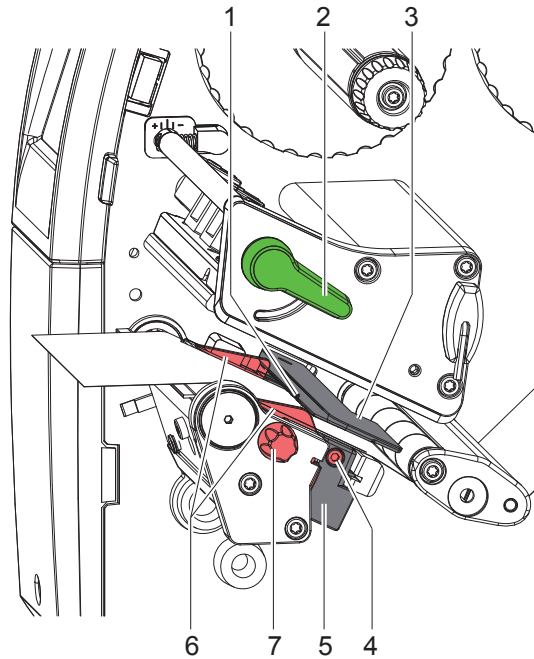
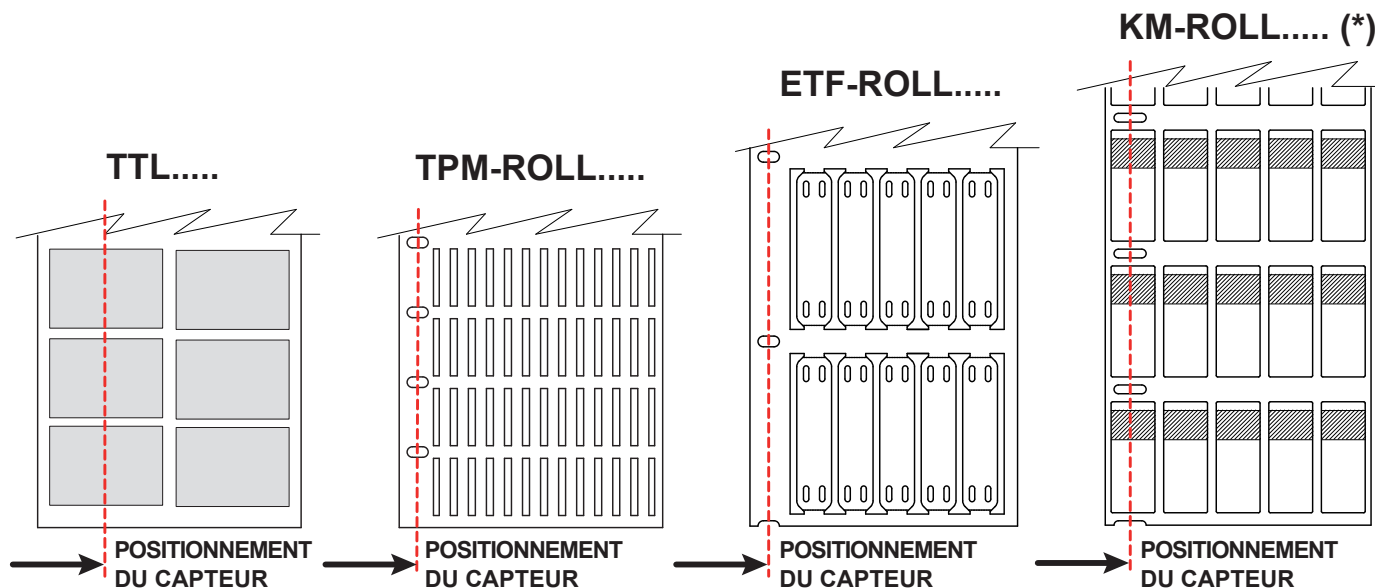

Figure 10 Insertion de la bande d'étiquettes sous la tête d'impression
Figure 11 Exemples de bon positionnement du capteur
La cellule de détection d'étiquettes (2) peut être déplacée perpendiculairement au sens de marche du papier pour s'adapter à la matière. Le capteur (1) de la cellule (Voir Fig. 10) de détection d'étiquettes est visible de devant à travers le mécanisme d'impression et est signalé par une encoche dans le support de la cellule de détection d'étiquettes. Lorsque l'imprimante est allumée, une LED jaune allume la position du capteur.
- Dévisser la vis (4).
- Positionner la cellule de détection d'étiquettes avec la manette (3) de façon à ce que le capteur (1) puisse repérer l'intervalle entre les étiquettes, une marque noire ou une découpe.
Dans les figures 11 et 12 sont indiqués certains exemples qui montrent le correct positionnement du capteur (1) selon la typologie du matériel à imprimer.